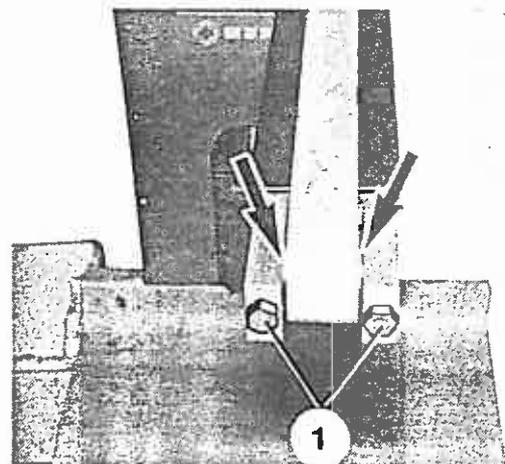

Bild 8
10. Beim Lauf der Maschine prüfen, ob das Gurtband mittig läuft (Bild 8/Pfeile), ggf. an den Spannschrauben (Bild 8/1) berichtigen.